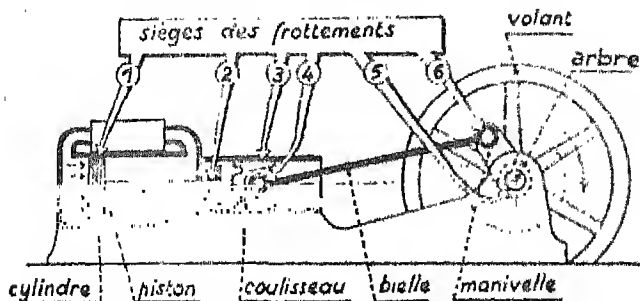

Fig. 3. — Résistances dues au frottement. Enumérer les diverses résistances dues au frottement, dans cette machine à vapeur.
b) Observez une machine à vapeur en marche (fig. 3). De nom-